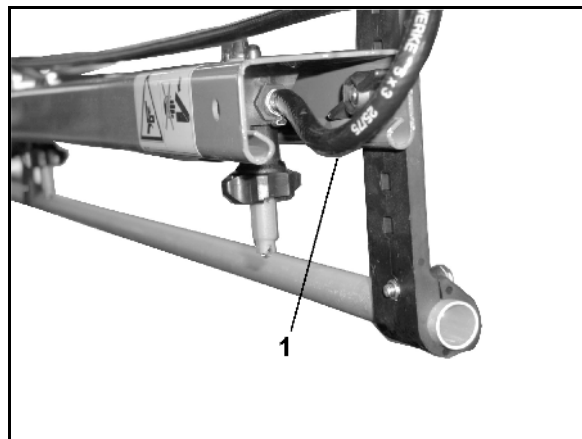

Fig. 118
- DUS-koblingsventil (Fig. 118/1).
- DUS-trykkbegrensningsventilen (Fig. 118/2). DUS-trykkbegrensningsventilen er fast innstilt fra produsentens side og reduserer trykket i trykkomløpssystemet med 1 bar.
- Når DUS-koblingsventilen er i posisjon (Fig. 118/A), er trykkomløpssystemet innkoblet.
- Når DUS-koblingsventilen er i posisjon (Fig. 118/B), er trykkomløpssystemet utkoblet.
- Når DUS-koblingsventilen er i posisjon (Fig. 118/C), kan væsken tappes av åkersprøyten.